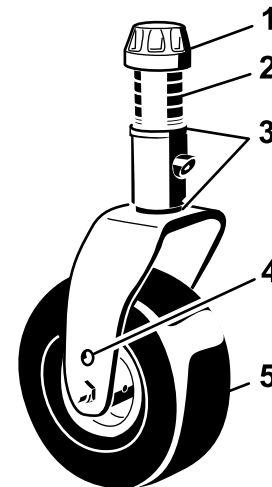
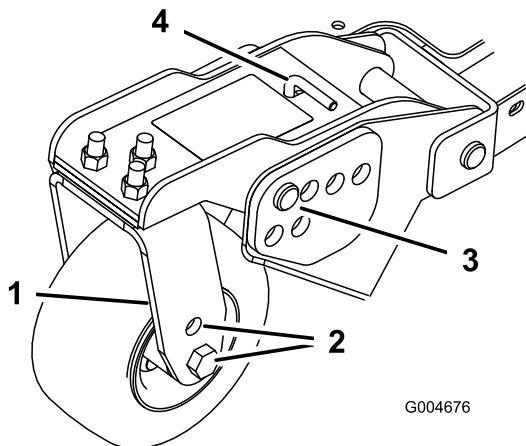

Figura 18
Figura 20
1. Coloque os eixos da roda giratória nos mesmos orifícios em todas as forquilha da roda giratória (Figura 18 e Figura 20).
2. Retire a tampa de tensionamento do eixo roscado e desloque o fuso para fora do braço da roda giratória (Figura 18).
- Retire o contrapino tipo grampo e os pinos de segurança dos braços articulados da roda giratória (Figura 20).
- Rode a barra tensora para levantar ou descer o braço articulado, até os orifícios se encontrarem alinhados com os orifícios da altura de corte desejados, na estrutura da plataforma do cortador (Figura 20 e Figura 21).